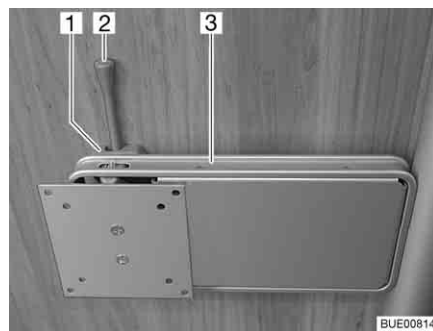

Bild 52 Halterung an Säule
- Den Entriegelungshebel (Bild 52,2) zur Seite drücken und die Halterung (Bild 52,3) mit dem Flachbildschirm in die gewünschte Position drehen.
- Flachbildschirm zurückdrehen, bis die Halterung (Bild 52,3) in die Verriegelung (Bild 52,1) einrastet.